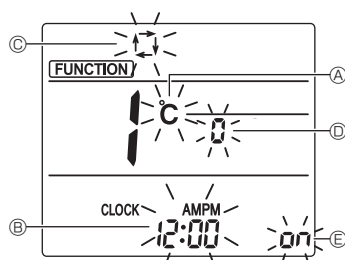

Fig. 6-10
| Element            | Konfiguration                                   | Fig. 6-10 |
3. Kontrollér, at funktionsnr. "1" vises, og tryk derefter på SET -knappen ③. Skærmen til visningsindstilling vises. (Fig. 6-10)